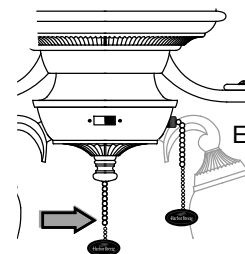

Fig. 2
2. Jale la cadena de encendido de la luz, etiquetada LUZ en la caja del interruptor (E), para ENCENDER o APAGAR las luces. [Fig. 2]